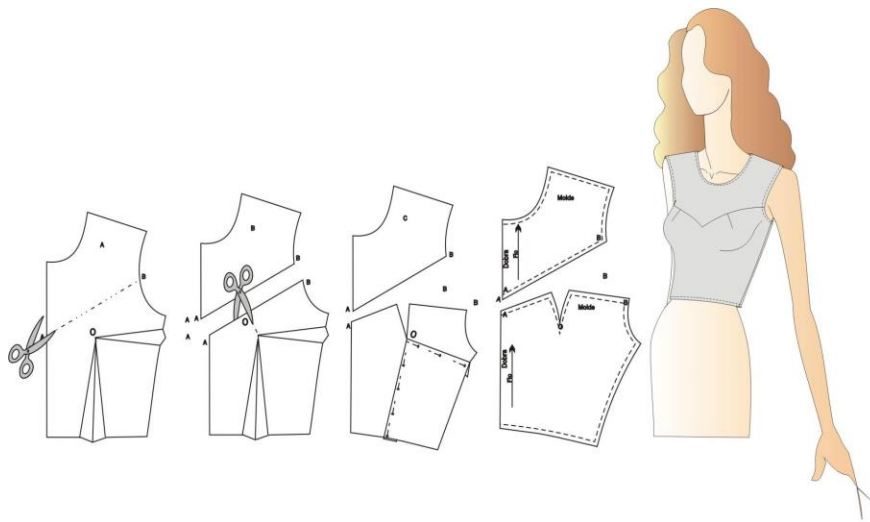

Figura 19 - Recorte Central
2. Se o recorte for do tipo da figura 19, traçar no molde a direção do recorte desejado **A – B** (DESENHO A).